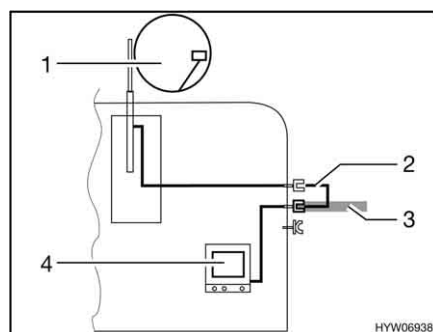

Bild 174 TV im Fahrzeug
- TV im Fahrzeug (Bild 174,4): Anschluss an Dachantenne (Bild 174,1) mit Verbindungskabel (Bild 174,2)
- TV im Fahrzeug (Bild 174,4): Anschluss an externe Antenne (Bild 174,3)